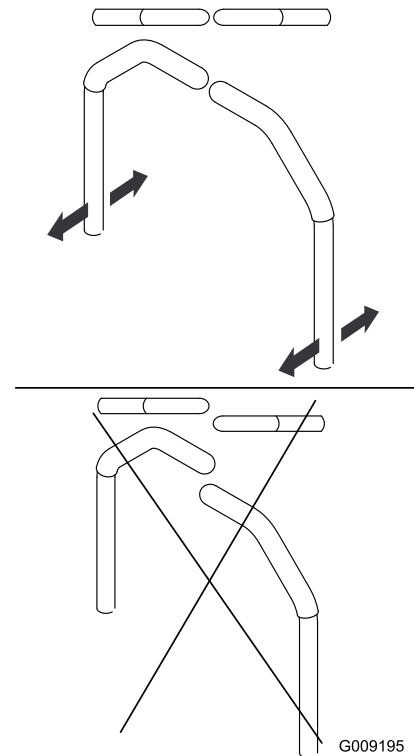

Figura 52
9. Alinee las palancas en el sentido adelante/atrás acercándolas a la posición de PUNTO MUERTO, y moviéndolas hasta que estén alineadas; luego apriete los pernos (Figura 52).